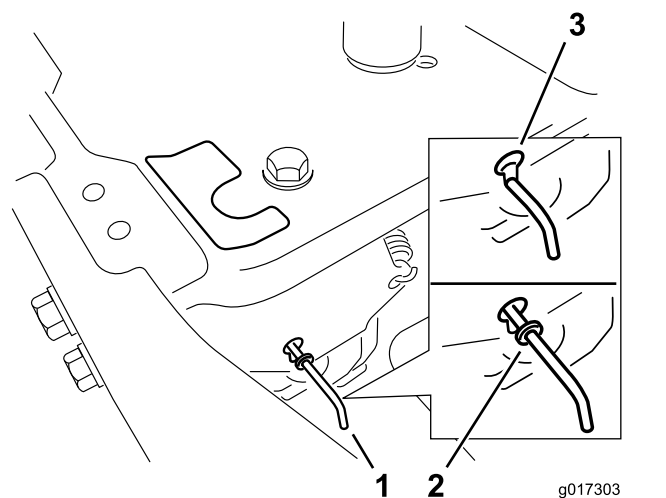

Figure 22
4. Déplacez les leviers de dérivation en avant à travers le trou de clavette et vers le bas pour les verrouiller en position (Figure 22).
Déplacez les leviers de dérivation en arrière à travers le trou de clavette et vers le bas pour les verrouiller en position, comme montré à la Figure 22.